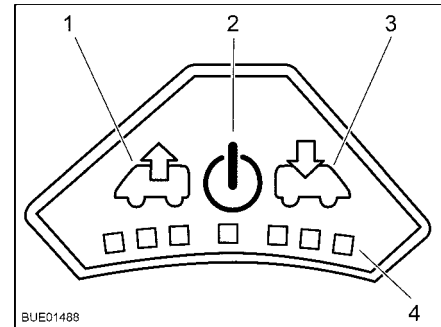

Fig. 116 Cuadro de mando del ventilador
- Pulsar la tecla On/Off (Fig. 116,2). El ventilador funciona en el modo confort (extracción con la velocidad más baja del ventilador).
- Para aumentar la velocidad del ventilador: Pulsar la tecla de extracción (Fig. 116,1). La velocidad del ventilador aumenta un nivel en el sentido de extracción de aire. Los LED (Fig. 116,4) muestran los niveles de ajuste.
- Para disminuir la velocidad del ventilador: Pulsar la tecla de ventilación (Fig. 116,3). La velocidad del ventilador disminuye un nivel.
- Para aumentar la velocidad del ventilador: Pulsar la tecla de ventilación (Fig. 116,3). La velocidad del ventilador aumenta un nivel en el sentido de ventilación. Los LED (Fig. 116,4) muestran los niveles de ajuste.
- Para disminuir la velocidad del ventilador: Pulsar la tecla de extracción (Fig. 116,1). La velocidad del ventilador disminuye un nivel.
- Pulsar la tecla On/Off (Fig. 116,2). El ventilador se detiene, los LED se apagan.